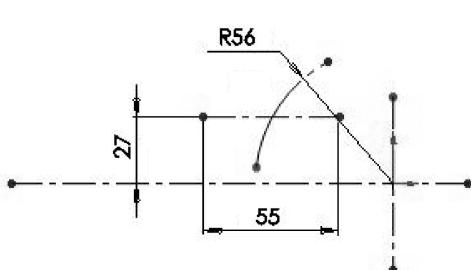

图 2-137 绘制构造线
- 04 使用【直线】工具, 绘制一条与圆弧相交的构造线, 如图 2-137 所示。